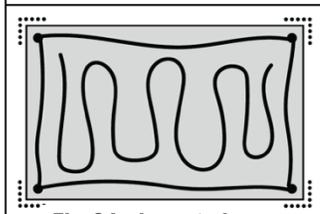

Fig. 2 Lado posterior
3. Levántela y póngale un pegamento al lado posterior de la baldosa como sea necesario. (Fig. 2) **NOTA:** Use el pegamento según las instrucciones del fabricante.